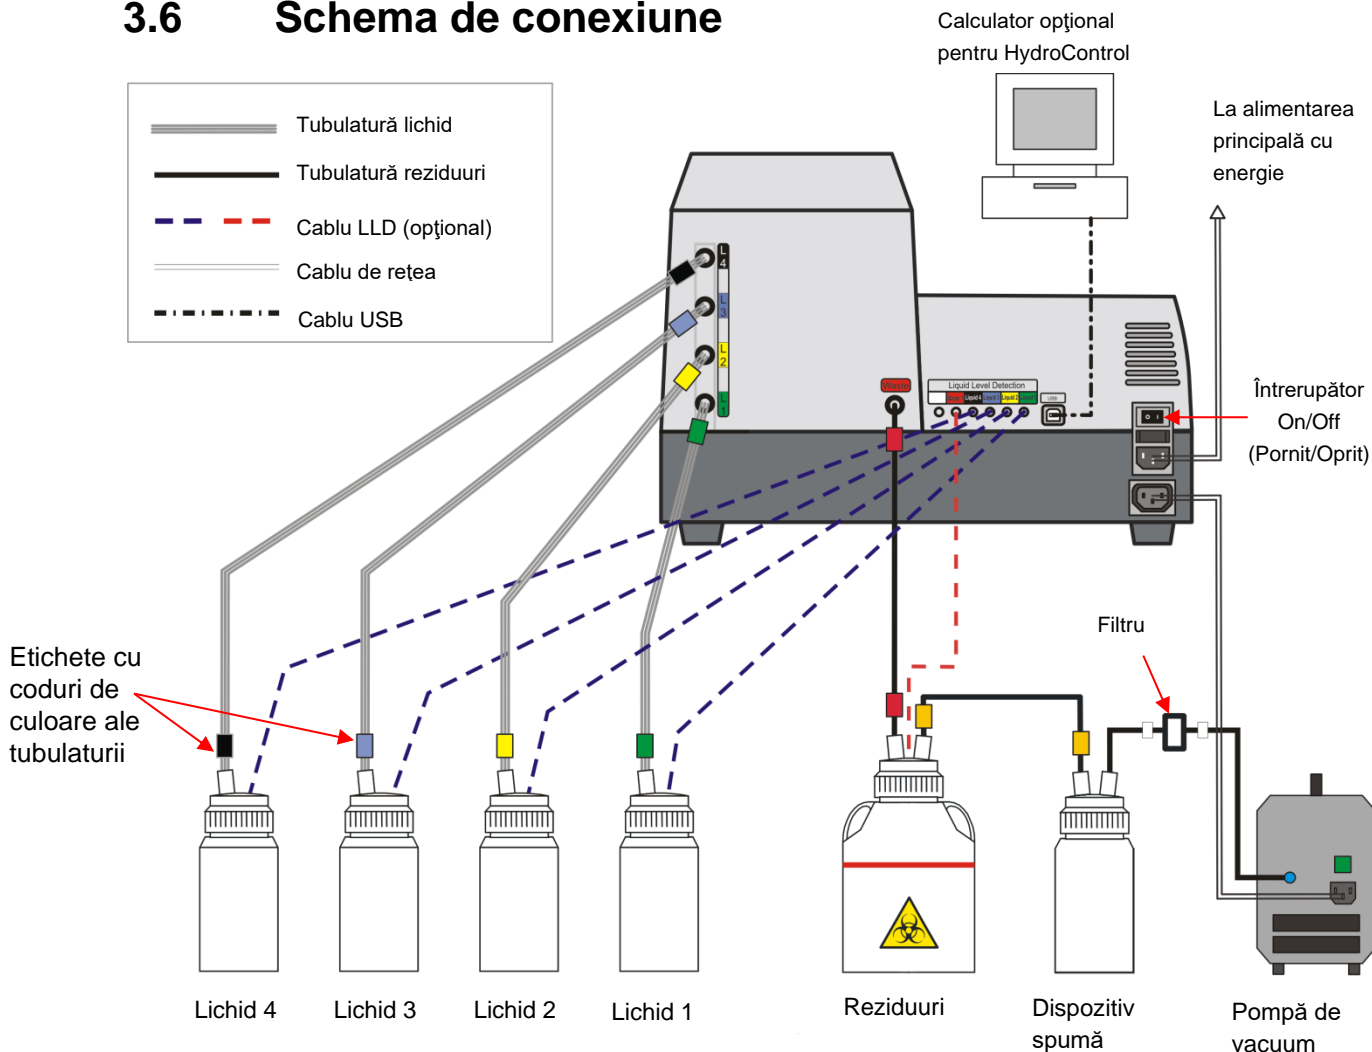

Fig. 2 Schema de conexiune
4. Conectați tuburile pentru lichide prevăzute cu coduri de culoare (L1-L4 în funcție de configurația instrumentului) la conectorii de alimentare corespunzători de pe panoul posterior al instrumentului (a se vedea Fig. 2 Schema de conexiune). Instrumentul este livrat cu 1-4 tuburi pentru lichide prevăzute cu coduri de culoare (1,5 m). Conectați tuburile pentru lichide la recipientele corespunzătoare (aveți grijă să nu îndoiți tuburile!) Clătiți recipientele pentru lichide înainte de conectare.
6. Conectați recipientul pentru reziduuri la dispozitivul pentru spumă cu ajutorul codului cu cod de culoare furnizat (a se vedea Fig. 2 Schema de conexiune).
7. Conectați dispozitivul pentru spumă la pompa de vacuum cu ajutorul tubului cu filtru integrat (a se vedea Fig. 2 Schema de conexiune).